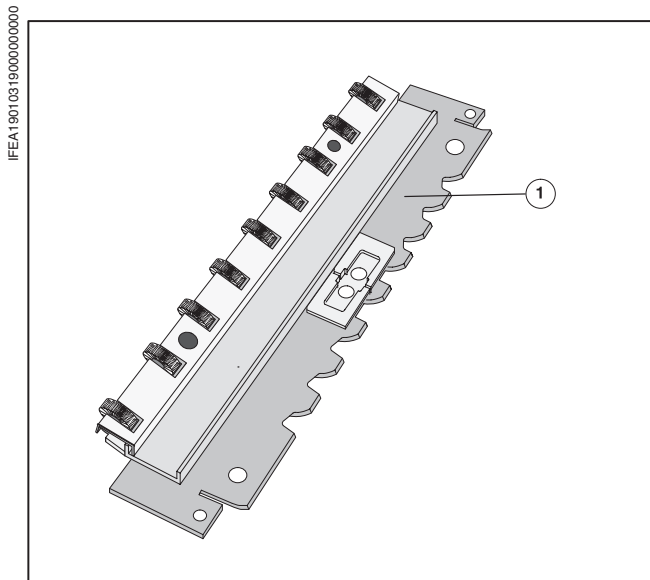

Рис. 29 Направляющая пластинка с щеточными роликами
При печати тиражей на чувствительных печатных материалах (например, хромолюксом картоне) на направляющей пластинке следует установить щеточные ролики. (специальные принадлежности, Рис. 29/①).